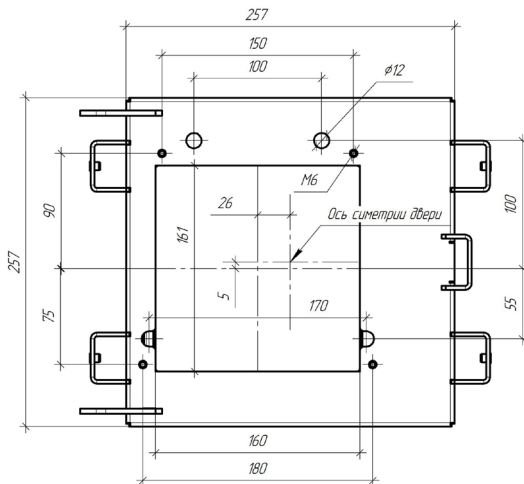

**Рисунок 18 - Демонтаж двери**
**3 этап. Демонтаж двери (см. рисунок 18)**